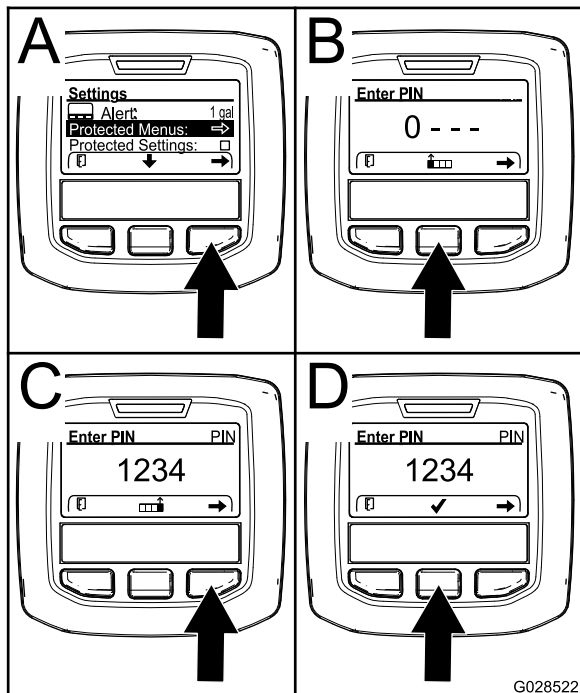

Figura 24
- No menu de DEFINIÇÕES, utilize o botão central para ir até ao menu PROTEGIDO e prima o botão direito (Figura 24).